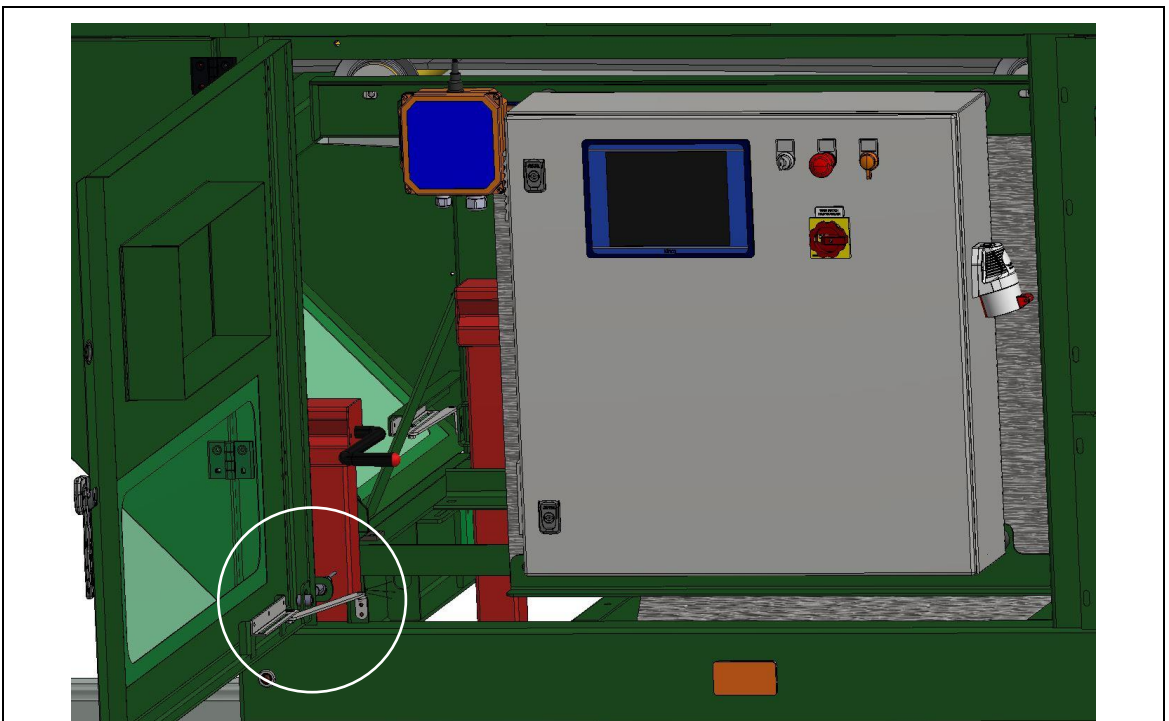

Bild 8-4 Manöverdörr öppen
Öppna manöverdörren helt tills dörrstoppet hakar fast (se bild 8.4).
1. Öppna manöverdörren helt tills dörrstoppet hakar fast (se bild 8.4).